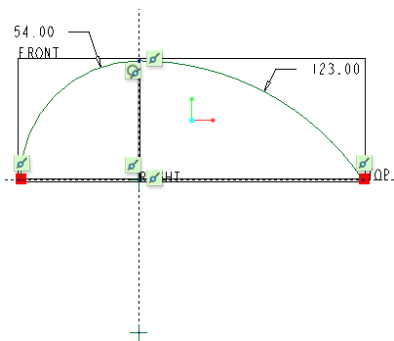

图 7-3 绘制拉伸剖面曲线
- 4 绘制剖面,如图 7-3 所示,然后单击“确定”按钮,完成草绘并退出草绘器。